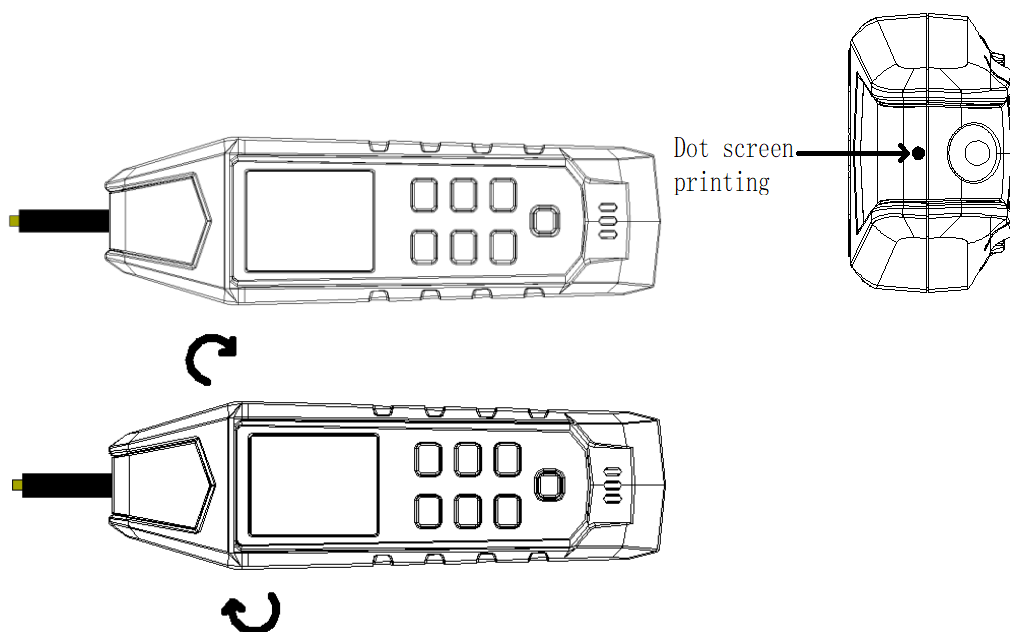

Figura 7.1.3a Allineamento allo slot del sensore
3. Per ottenere un effetto ottimale quando si traccia un conduttore sotto tensione, allineare la serigrafia dei punti (sulla parte superiore del sensore) alla direzione del conduttore, come mostrato nella Figura 7.1.3a. Se l'allineamento non è corretto, il segnale potrebbe non essere rilevato o il codice potrebbe essere errato. Per verificare la direzione del cavo, ruotare regolarmente il ricevitore di 90 gradi, come mostrato nelle Figure 7.1.3b e 7.1.3c. L'intensità del segnale raggiunge il massimo quando il cavo è allineato con la stampa a punti. In base alle differenze tra i segnali rilevati, il ricevitore rileva automaticamente se il cavo è alimentato ("⚡"), che verrà visualizzato sul display LCD. Non è necessario eseguire l'impostazione manuale.